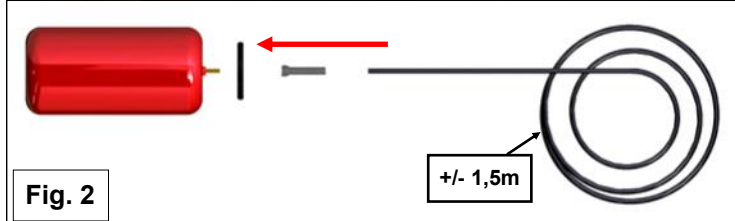

Fig. 2
5. Montieren Sie ca. 1,5 m Luftleitung zu dem Luftbalge und montieren Sie die Schutzfeder und Kunststoffscheibe zu dem Anschluss on dem Luftbalge. *Siehe Abb. 2.*
6. Führen Sie den Balg von die Oberseite vollständig in der Hauptfeder. *Siehe Abb. 2 & 3.*